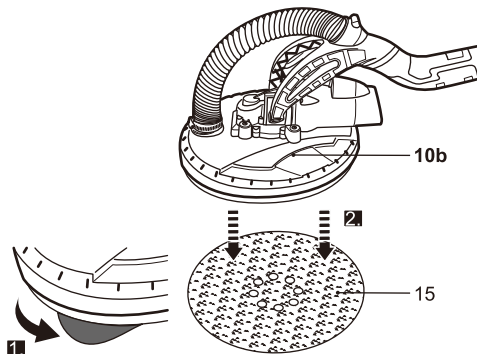

Fig. 6
- > Attrapez un coin du papier abrasif (15) puis tirez pour le détacher du plateau-support (10b) (Fig. 6).